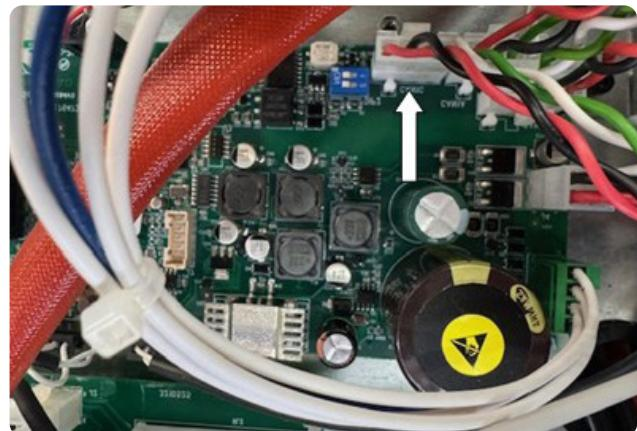

Fig. 6
- ◆ Collegare il connettore 4-poli all'estremità opposta della connessione 5587505 (pos.3) al connettore CAN1C del circuito di controllo 5602683 posizionato sopra il tunnel come mostrato in Fig.6;